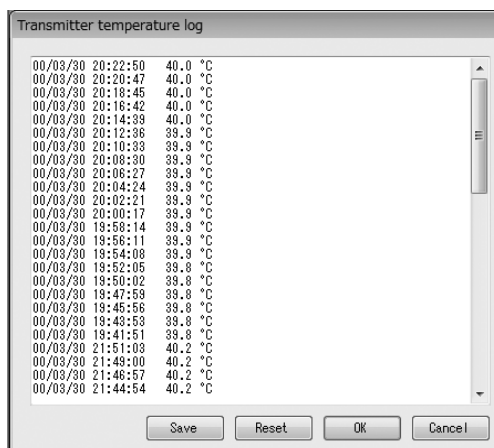
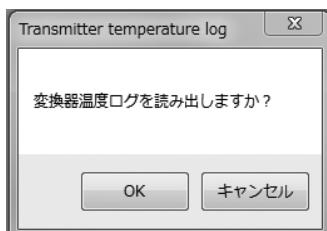

図157
図160
- ⑤ 「Error log」のウィンドウを閉じる場合は「Cancel」をクリックしてください。
- ① メニューの「Maintenance (M)」 > 「Maintenance transmitter」 > 「Transmitter temperature log」をクリックします。
- ② 次のウィンドウ (図157) が表示されます。
- ⑤ また、最新のログを表示したい場合は図157の画面で「OK」ボタンをクリックするとメッセージボックス(図160)が表示されます。